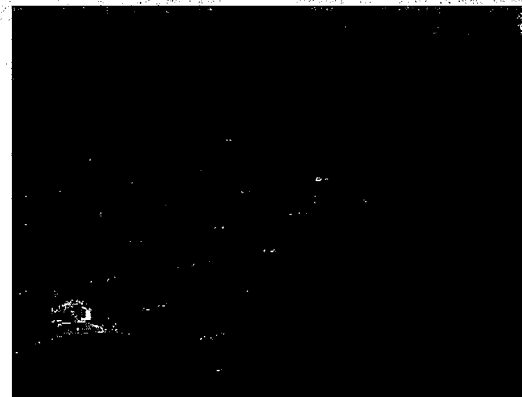

**Figure 40**
3. Flexible de récupération - Placez le tuyau d'arrosage dans le réservoir de récupération. Le tuyau de récupération se situe à l'arrière de la bague filetée. **REMARQUE : Ne placez pas le flexible dans une entrée d'aspiration (voir figure 40) afin d'éviter tout endommagement.**